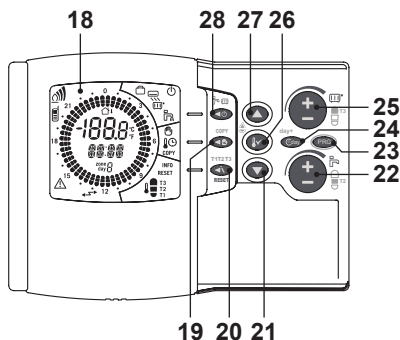
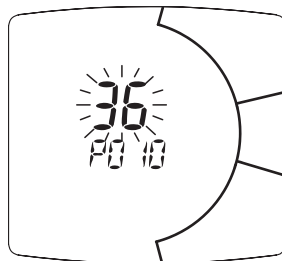
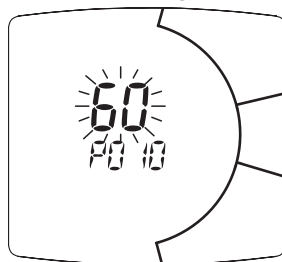

Figura 5.55
Figura 5.58
Figura 5.59
- Scorrere i vari parametri utilizzando il tasto 22 in Figura 5.55 fino a far apparire sul display LCD le lettere **P010** con sopra il relativo valore del parametro **36** (corrispondente ad un tempo di riaccensione di 3 minuti circa) che lampeggia, indicante l'entrata nel "parametro 10" (Figura 5.58).
- Modificare il SET programmato agendo sul pulsante 25 in Figura 5.55 fino a visualizzare un **set di 60**, aspettare che il numero programmato cominci a lampeggiare (Figura 5.59).